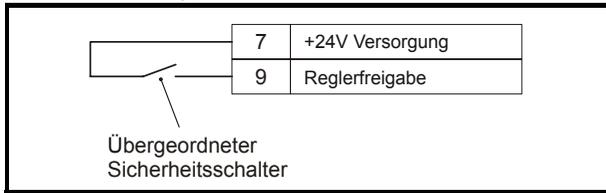

Abbildung 7.2 Standardanschlusskonfiguration für Tastatursteuerung
2. Führen Sie die Anschlüsse der Signalleitungen wie in Abbildung 7.2 aus.